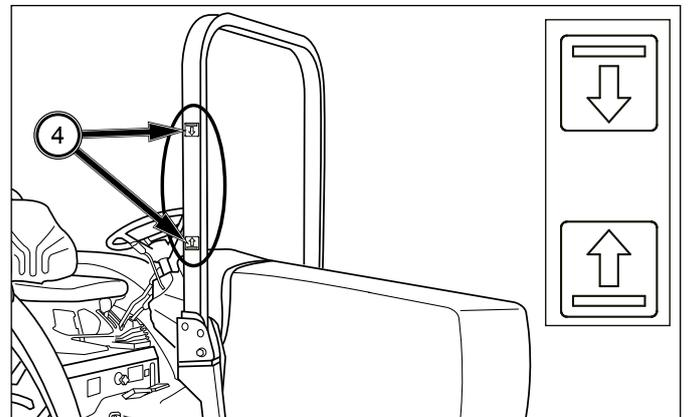

FIG. 111
ATTENTION : Fig. 111 - Lorsque vous repliez l'arceau de sécurité ou que vous le replacez en position droite, agrippez la partie délimitée entre deux étiquettes (4) de l'arceau de sécurité.